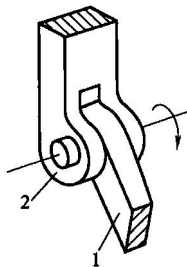

图 1-3 转动副
① 转动副 若组成运动副的两构件只能在一个平面内相对转动, 这种运动副称为转动副或称铰链, 如图 1-3 所示。